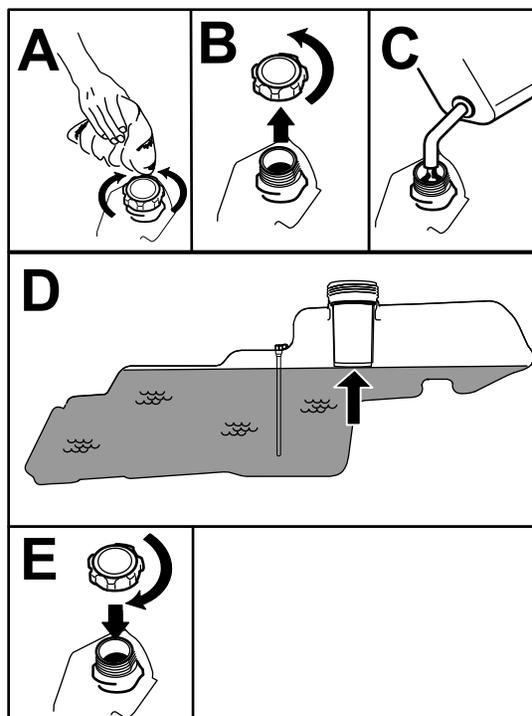

Рисунок 7
5. Заполните топливный бак до нижней кромки заливной горловины (Рисунок 7). Не заполняйте топливный бак до предела.